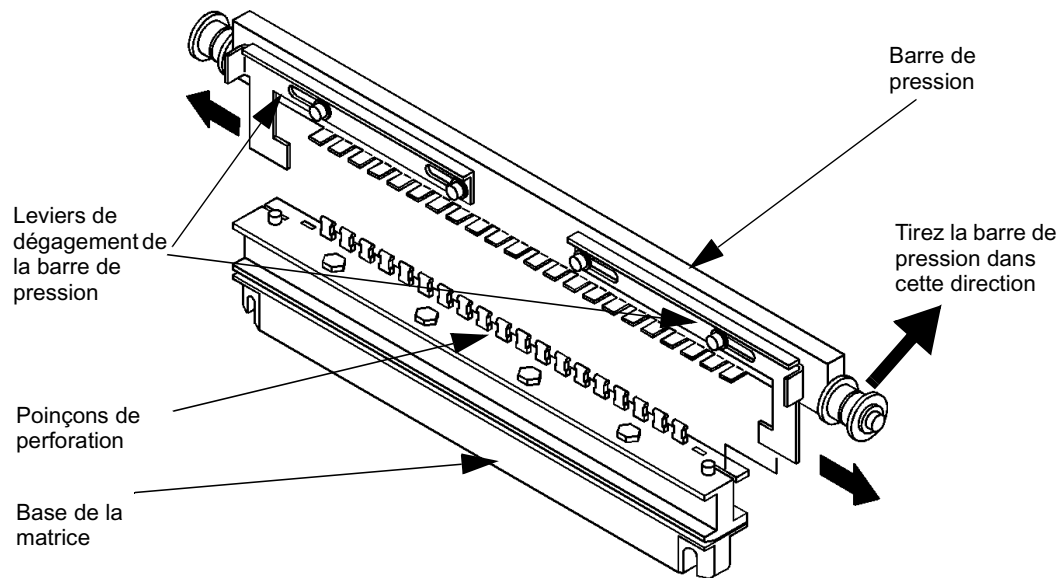

Figure 2-4: Accès aux poinçons de perforation
- 1 Pour retirer et remplacer les poinçons de perforation un par un, faites glisser les leviers de dégagement de la barre de pression sur le côté et retirez de la matrice la barre de pression, voir Figure 2-4.